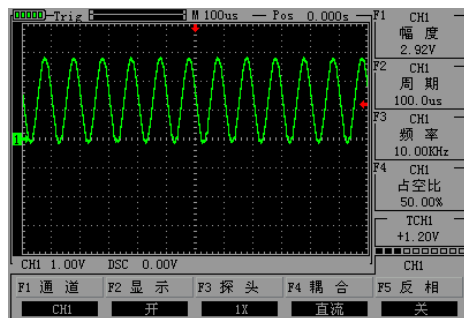
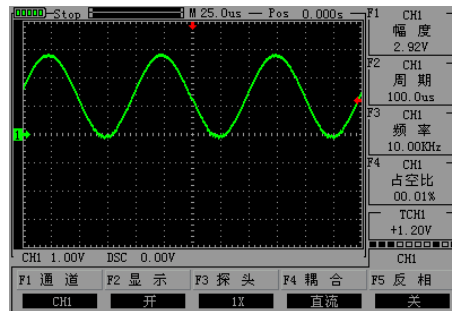

图 2-12 设置时基
图 2-13 停止采集波形
- 按下“”键来改变水平间的刻度，以便放大或缩小波形。如果要停止波形采集，则按下“RUN”键可实现。如图 2-12、图 2-13